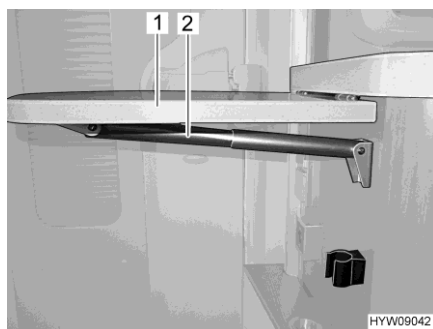

Bild 57 Klappbord till köksbänk
- Ta tag i klappbordet till köksbänk (Bild 57,1) undertill och dra det lätt ur spärrläget.
- Fäll upp bordsskivan tills teleskopfästets (Bild 57,2) fixering aktiveras. Släpp bordsskivan.